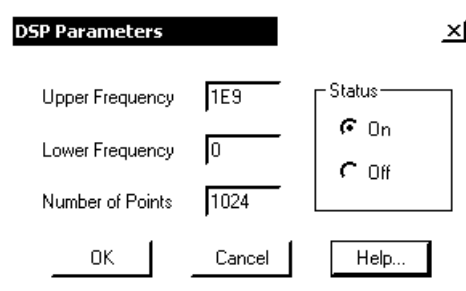

Рис. 4.9. Окно задания диапазона частот для расчета преобразования Фурье
**Watch (Ctrl+W)** — одновременный просмотр схемы, результатов моделирования и текстовых выражений в трех окнах (см. рис. 4.9);
**DSP parameters** — открытие диалогового окна DSP (Digital Signal Processing — цифровая обработка сигналов), в котором задаются границы интервала частот для расчета преобразования Фурье (Upper Frequency, Lower Frequency) и количество отсчетов Number of Points (должно быть в точности равно степени числа 2 в интервале от 64 до 8192), рис. 4.9. Заданные значения принимаются во внимание, если в графе Status нажать кнопку On. Расчет импульсных характеристик путем обратного преобразования Фурье комплексных коэффициентов передачи иллюстрируется примером **FFT4** из каталога Analysysis\AC. Следует отметить, что возможность задания параметров в окне DSP parameters на практике почти никогда не используется, все необходимые параметры можно задать в окне AC Analysis Limits (см. пример **FFT4**);